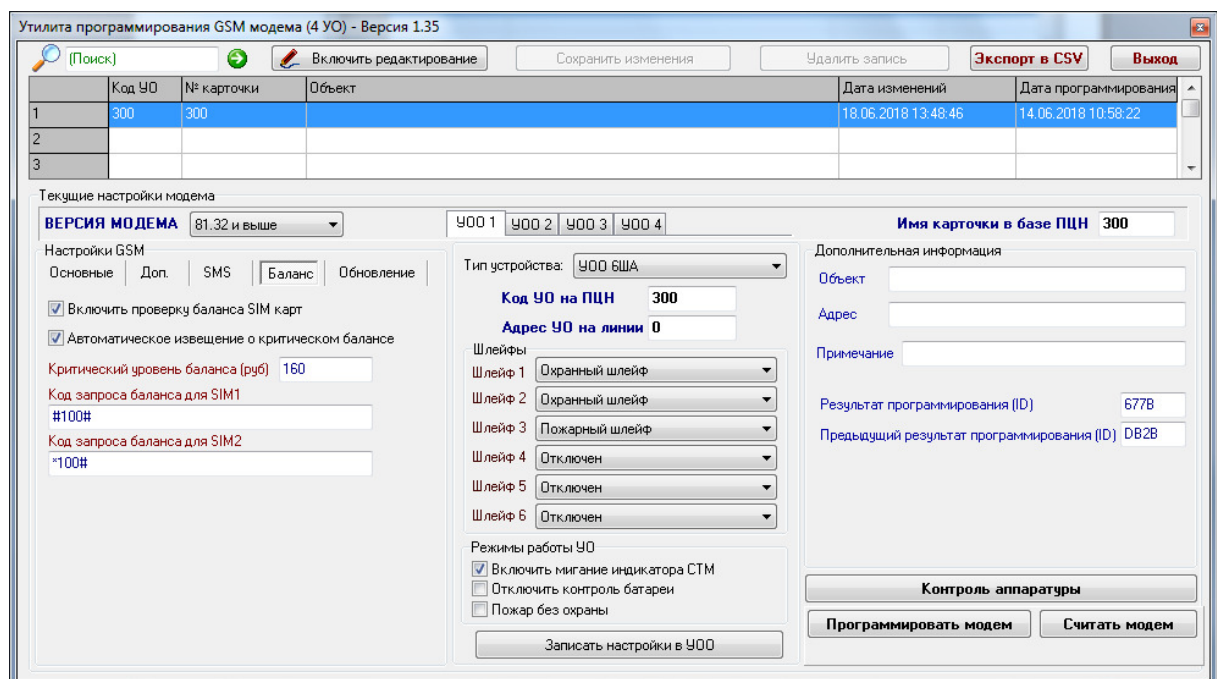

Рисунок 4. Окно вкладки «Баланс» программы «Prog_GSMModem.exe».
7.24 На закладке «Баланс» необходимо ввести коды для запроса баланса на SIM картах через USSD запросы, рекомендованные оператором связи и критический уровень баланса в рублях, см. рисунок 4.